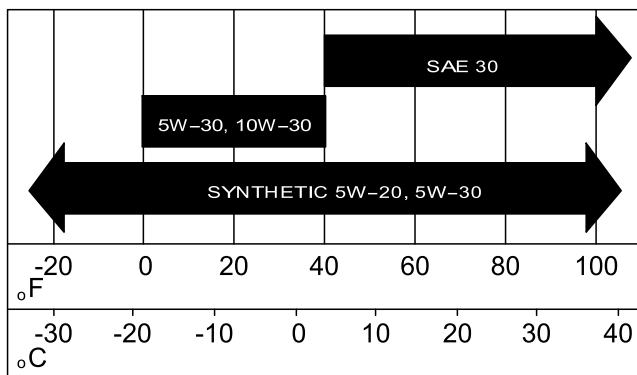

Figure 34
- Remplissez le carter de l'huile spécifiée (Figure 34).